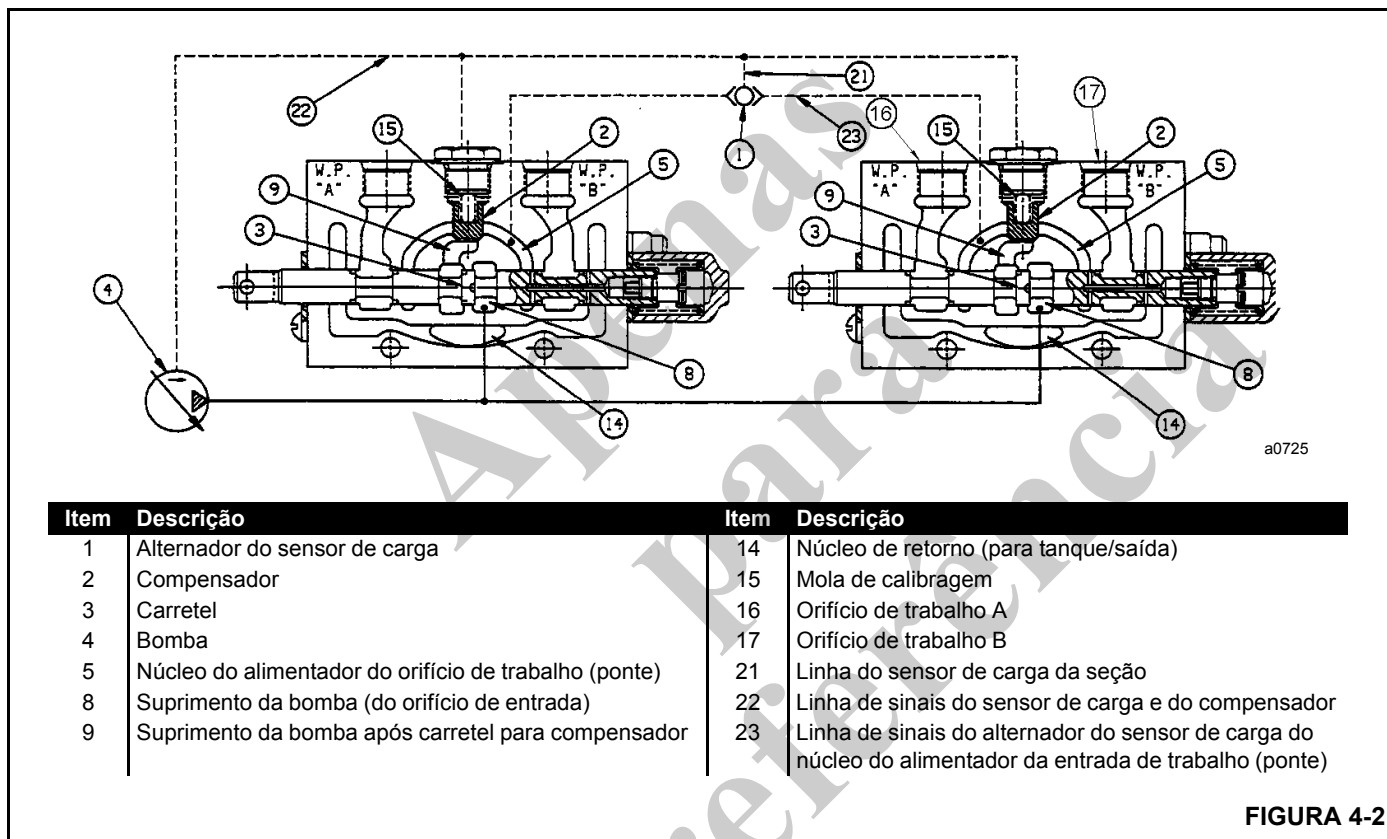

FIGURA 4-2
A Figura 4-2 ilustra o inter-relacionamento do alternador do sensor de carga (1), do compensador (2), do carretel direcional ou do orifício variável (3), combinado com a bomba do sensor de carga de cilindrada variável (4).
A seção de entrada (Figura 4-2) é conectada ao lado de pressão da bomba do sensor de carga de cilindrada variável por uma mangueira hidráulica. Há uma válvula de alívio do sensor de carga instalada na seção de entrada.
Há quatro seções de trabalho (Figura 4-2) da válvula de controle principal que recebem óleo hidráulico da bomba do sensor de carga de cilindrada variável. Essas seções controlam as funções do guincho, do telescópio, de elevação e de giro. Elas são seções de centro fechado, que bloqueiam todo o retorno de óleo para o tanque enquanto o carretel da válvula não for acionado para operar uma função. Em seguida, a vazão é direcionada através do núcleo de retorno (14, Figura 4-2) para o orifício de saída da seção de entrada/saída e, em seguida, para o tanque.